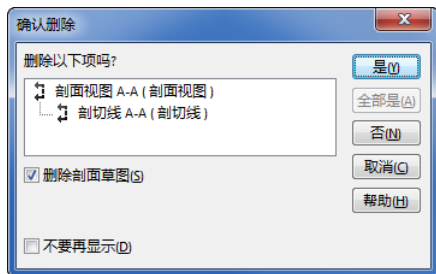

图 5-20 “确认删除”对话框
- (1) 在视图区域中或者模型树中选择要删除的视图。
- (2) 按 Delete 键，此时会出现“确认删除”对话框，如图 5-20 所示。